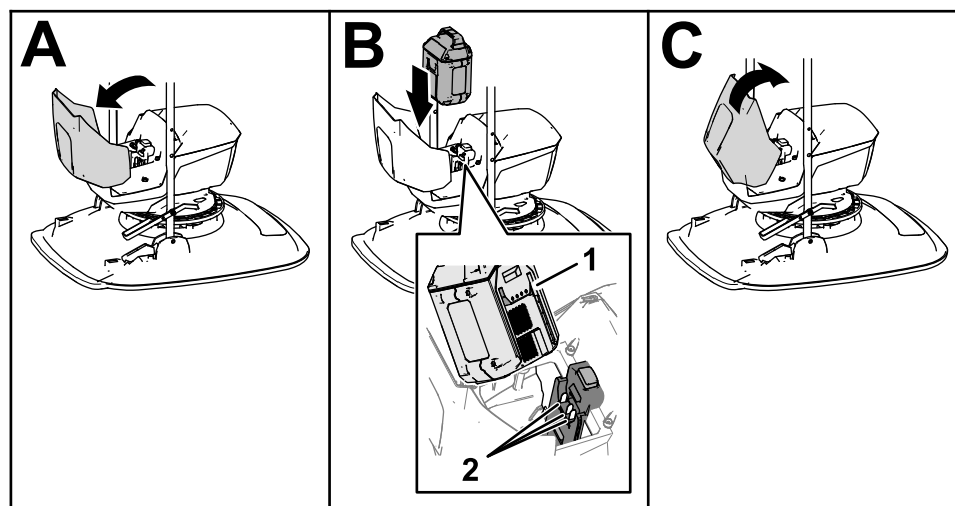

Figura 15
3. Abra a tampa do compartimento da bateria (Figura 15).